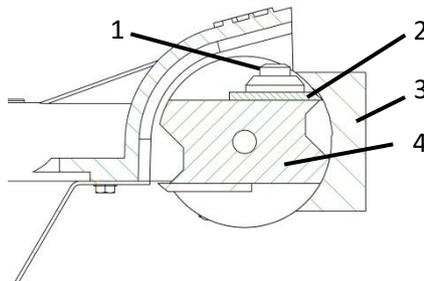

Fig. 9 : Réglage du couteau
- > Desserrez la vis du couteau (2 - Fig.9).
- > Poussez la lame (2 – Fig. 9) complètement en arrière.
- > Placez la jauge à couteaux (3 – Fig. 9) sur le cylindre (4 – Fig. 9) de manière à ce qu'elle repose sur les deux surfaces d'appui du cylindre en haut et en bas.